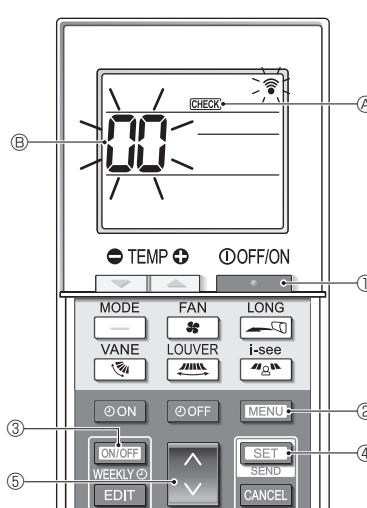

Fig. 7-6
■ Auto-vérification (Fig. 7-6)